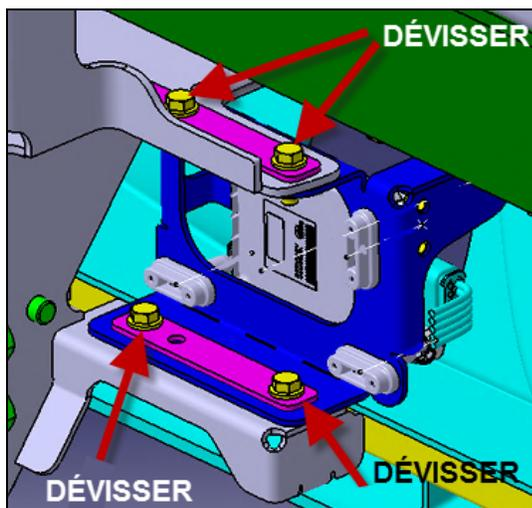

FIG.6: SÉRIE H3
2. Dévisser 4 vis de montage, retirer le support du capteur radar existant et débrancher le connecteur du câblage du capteur radar (fig.6). Conserver la quincaillerie pour réutilisation. Si nécessaire, couper une ou deux attaches de nylon fixant le câblage du capteur radar pour faciliter le retrait.